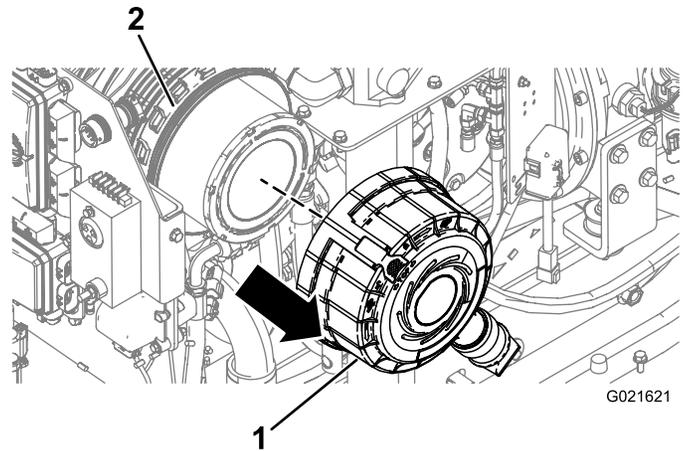

Bild 118
7. Ziehen Sie die Luftfilterabdeckung vom Luftfiltergehäuse weg und nehmen Sie die Abdeckung ab (Bild 118).
3. Richten Sie die Luftfilterabdeckung und das Filtergehäuse zueinander aus (Bild 118).